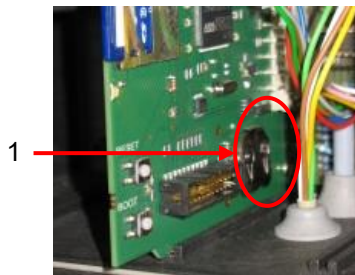

Abbildung 37
Diese Sicherungen schützen den Testomat® PRO CLT bzw. die Ausgänge vor Überlast und Kurzschluss. Alle Sicherungen sind steckbar. Die Hauptsicherungen F1 (1) und F6 (2) (4 A MT) für Ausgänge und Gerät befinden sich auf der Grundplatine (siehe Abbildung 37). Auf dem Netzteil befinden sich die vier Primär- und Sekundärsicherungen F2 bis F5 für 24 V, und 12 V, 3,3 V